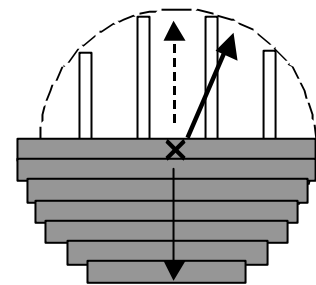

Fig.1
**Lägg ut bottenreglarna** enligt fig. 1.
**Lägg golvvirket** från mitten med fallande längder till varje sida se fig. 1. Skruva/spika fast golvet efterhand, se till att skarven blir så tät som möjligt. Reglarna kommer inte att gå ända ut i kanten av golvet.